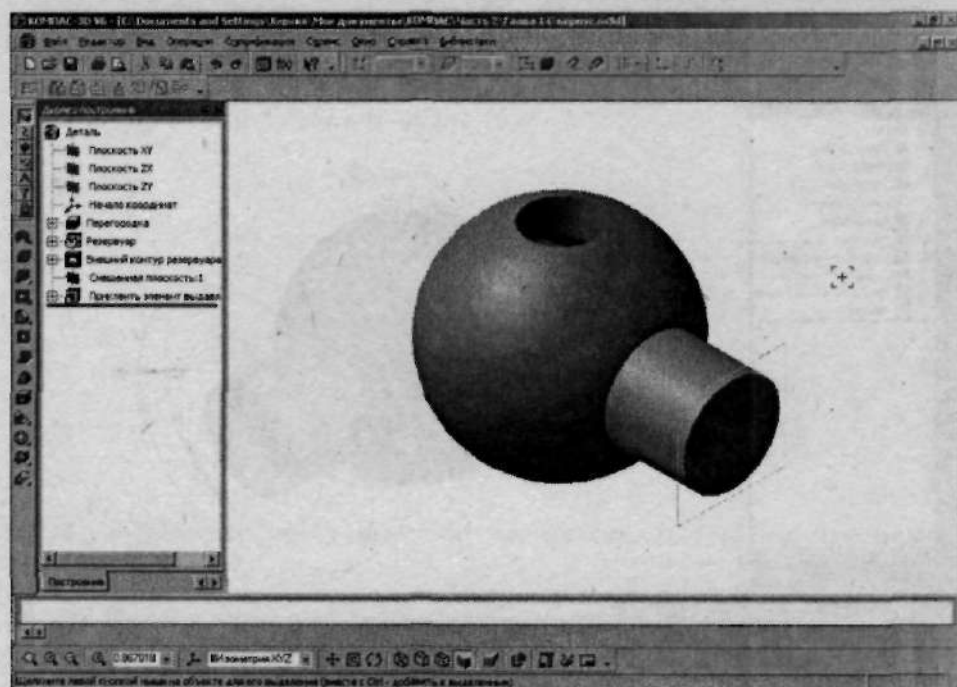

Рис. 2.133. Присоедините Патрубок к Резервуару
11. Чтобы создать операцию, щелкните по кнопке (**Создать объект**) — рис. 2.133.